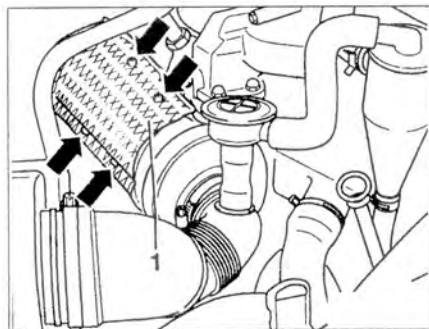

Рис. 4.47. Открутите крепежные болты (стрелки) и снимите теплозащитный кожух 1.
2. Открутите крепежные болты (стрелки) и снимите теплозащитный кожух 1 (рис. 4.47).